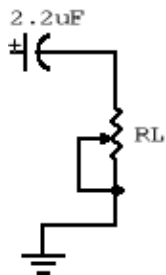

Figura 2. Montaje para obtener la resistencia de entrada
- Para medir la resistencia de entrada se debe colocar un potenciómetro de 10K en serie con la salida del generador, tal como se muestra en la figura 2. Varíe el potenciómetro hasta obtener un voltaje de base (AC) igual a la mitad del voltaje de salida del generador, es decir, 10mVpp. Cuando llegue a este valor de voltaje, anote el valor de resistencia que posee el potenciómetro en la tabla 3.